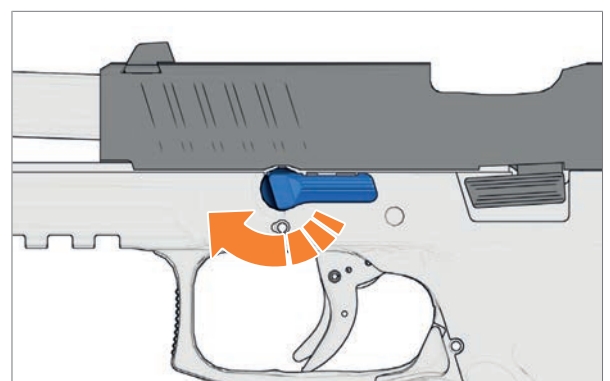

Abb. 59: Demontagehebel drehen
3. Demontagehebel bis zum Anschlag drehen (Abb. 59).